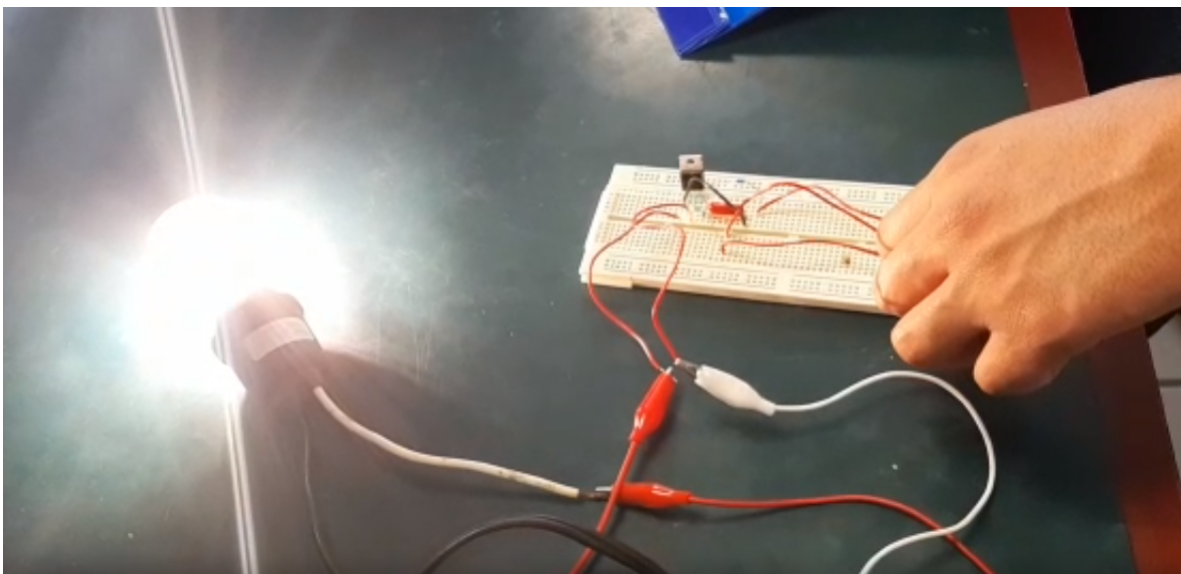

Figura 2: Luminosidad máxima.
- Al momento en que se realizó la práctica se encontraron ciertas dificultades para realizarlo como originalmente se muestra, ya que al momento de realizar la conexión de los relevadores con la resistencia y el TRIAC, no se lograba conseguir el cambio de luminosidad dentro del foco, por lo tanto se vio la necesidad de modificar el circuito original y se optó por adaptarlo a un potenciómetro con el cual podríamos regular directamente la resistencia que tendría el circuito, mientras que la parte del TRIAC y el capacitor no se tuvo que hacer ninguna modificación, obteniendo los resultados de la [Figura 2].